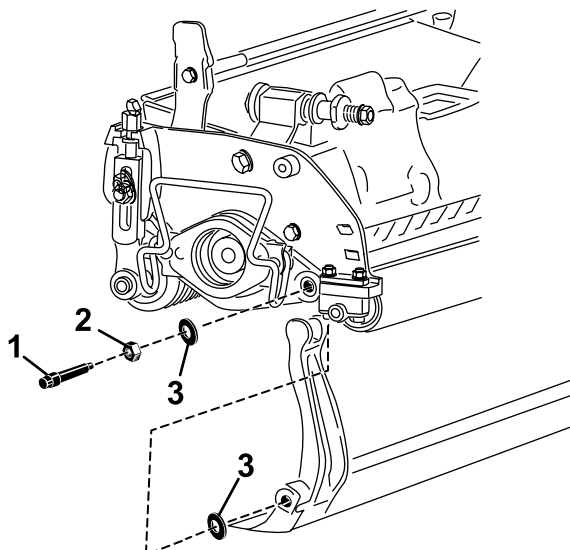

图 15
取下底刀架两端的 2 个尼龙垫圈(图 15)。
- 3. 将尼龙垫圈放在侧板凸起的一侧。在两个尼龙垫圈的外侧各放一个钢垫圈图 15。